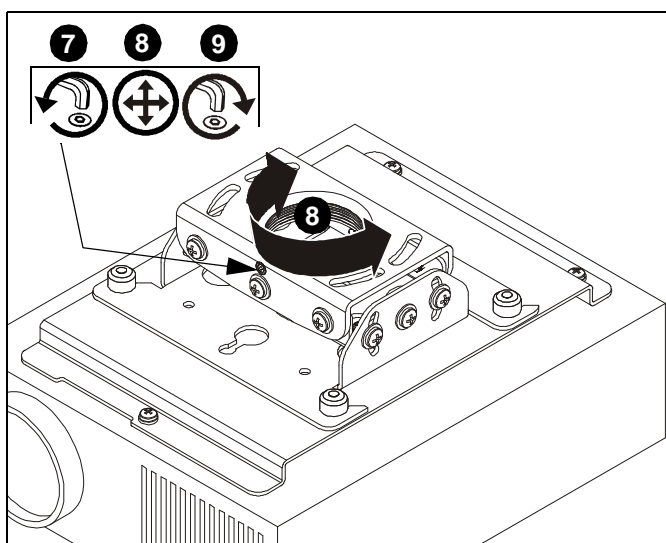

Figure 11
7. Desserrez la vis d'arrêt. (Voir la Figure 11)